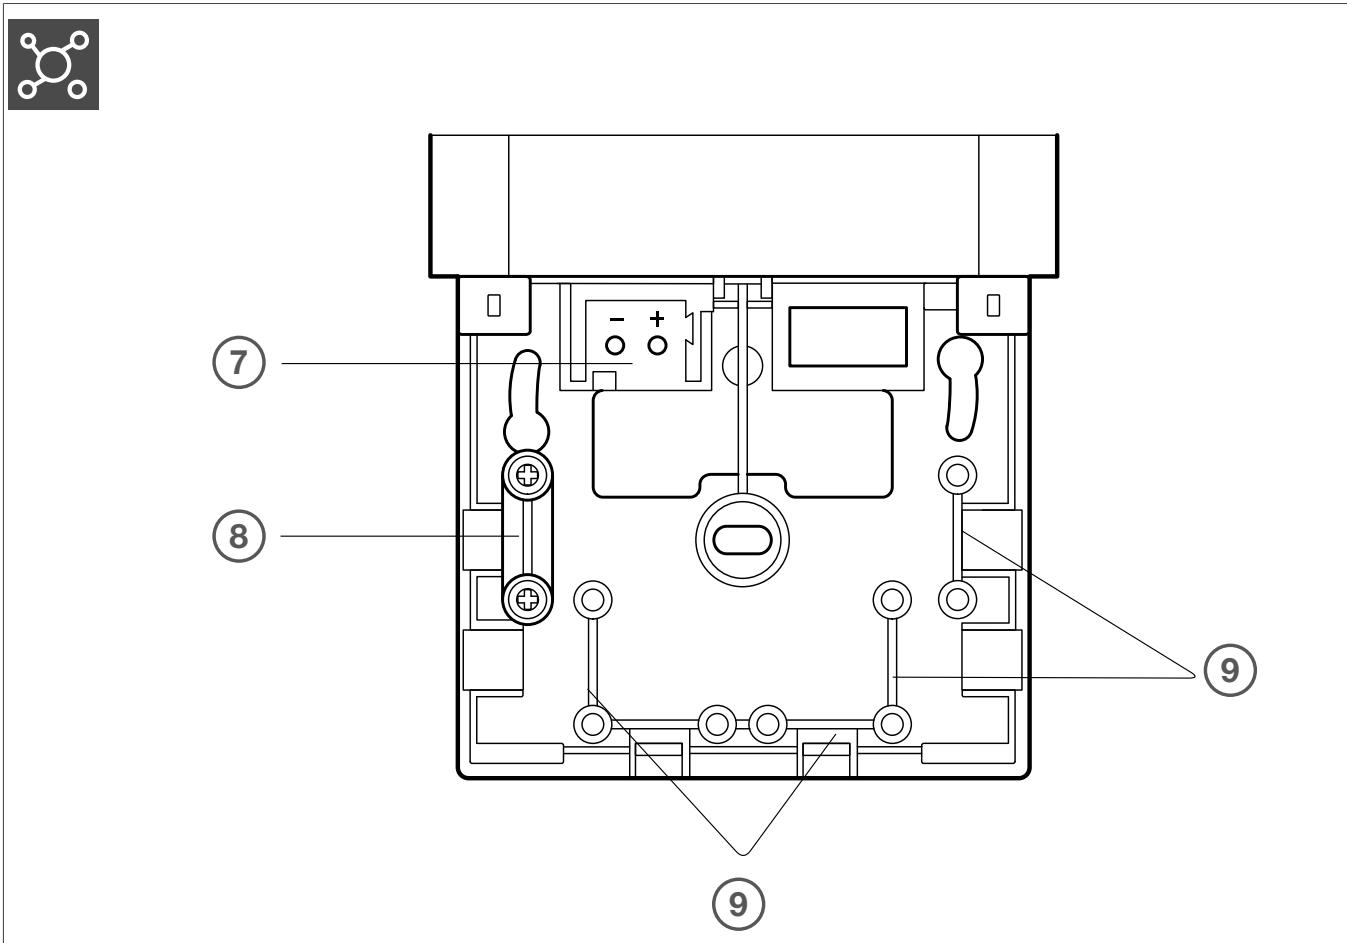

Bild 3: Geräteaufbau hinter der Abdeckung
- Verbindungsleitung zwischen Funk-Sender und Funk-Empfänger so wählen, dass sie möglichst kurz durch Mauerwerk oder andere dämpfende Materialien verläuft (s. Bild 3). Insbesondere Mauernischen vermeiden, da sie die Ausbreitung von Funkwellen behindern.